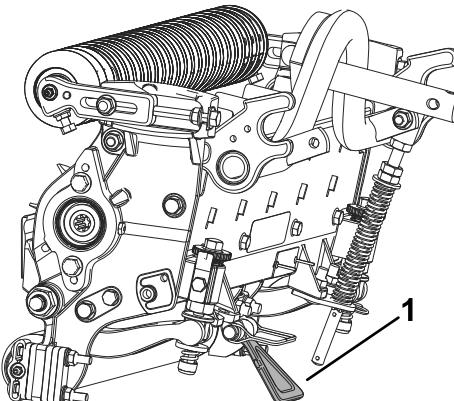

**Figure 8**
2. Tournez les vis de réglage de la barre d'appui dans le sens antihoraire pour vérifier qu'elle ne touche pas le cylindre (**Figure 8**).